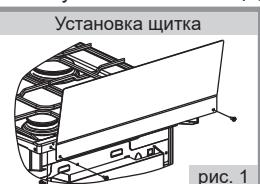

рис. 1
■ Установка щитка на плиту, не укомплектованную крышкой, производить путем крепления к столу двумя винтами и гайками (рис. 1). Винты и гайки для крепления щитка находятся в пакете с комплектующими.